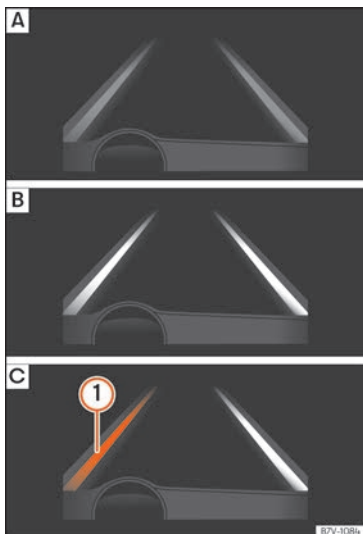

Fig. 269 Sul display del quadro strumenti: indicazione sul display del dispositivo di assistenza per il mantenimento della corsia.
- **fig. 269 A:** Il dispositivo è attivato ma non è disponibile, perché non è stato
- **fig. 269 B:** Il dispositivo è attivato e disponibile, ha rilevato entrambe le linee della corsia. In questo momento non sta correggendo la traiettoria.
- **fig. 269 C:** Il dispositivo è operativo, la linea evidenziata ① indica il rischio di oltrepassare involontariamente la linea di demarcazione della corsia e sta agendo sullo sterzo per correggere la traiettoria.